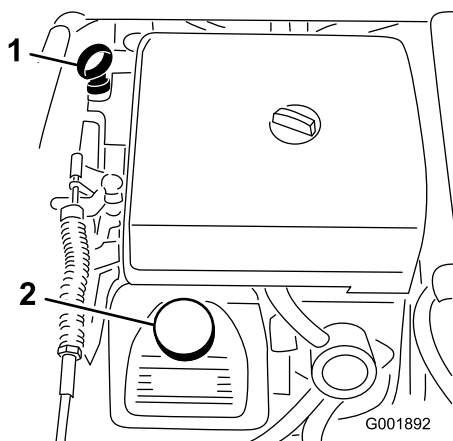

Figura 20
2. Togliete l'asta di livello ed asciugatela con un panno pulito (Figura 20). Inserite l'asta nel tubo e verificate che sia inserita a fondo. Rimuovete l'asta e controllate il livello dell'olio.
3. Se l'olio è insufficiente, togliete il tappo di rifornimento dal coprivalvola (Figura 20) e versate l'olio nel foro finché non raggiunge il segno di pieno (Full) sull'asta; il tipo di olio e la viscosità adatti sono riportati nella sezione Manutenzione dell'olio motore, Manutenzione del motore, pagina 42. Versate l'olio lentamente, controllando spesso il livello durante questa operazione. Non riempite troppo.